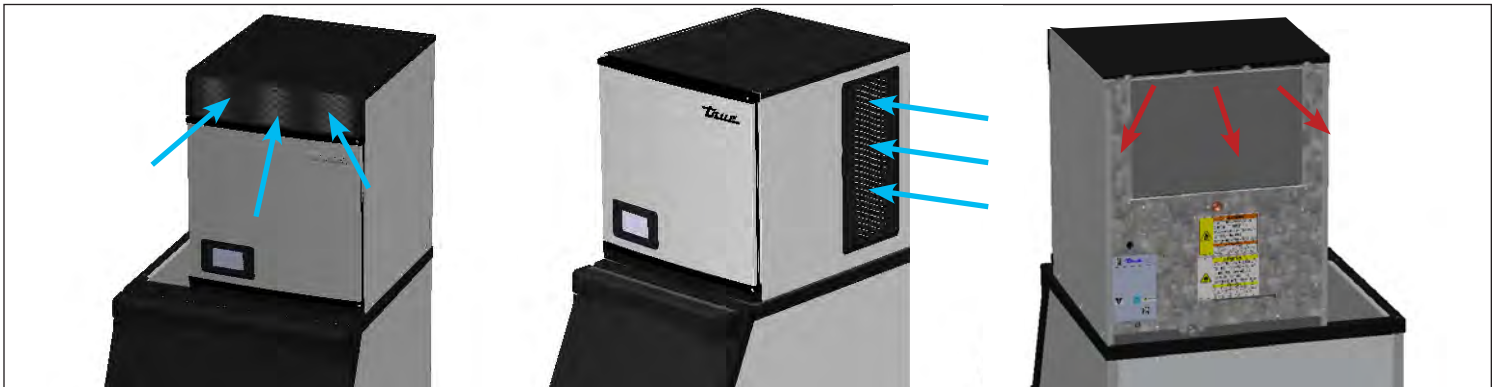

Fig. 2. L'air circule vers l'avant et les côtés, et sort par l'arrière.
- Cette machine à glaçons aspire l'air par l'avant et les côtés et le fait échapper par l'arrière. Voir Fig. 2. La machine à glaçons inverse aussi régulièrement le moteur du ventilateur pour éliminer la poussière et la saleté de la batterie du condenseur.